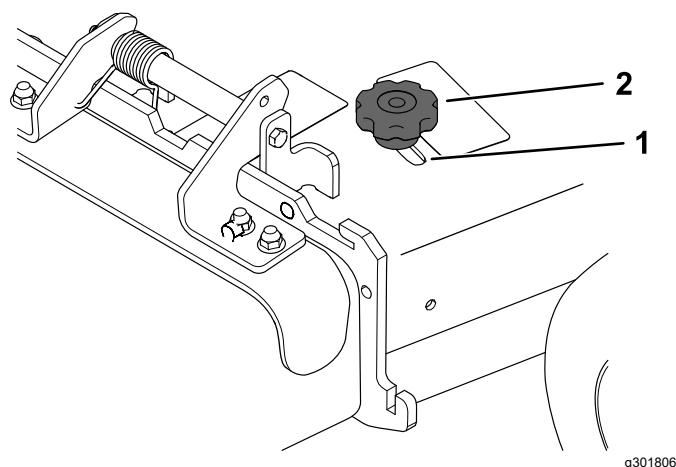

Figura 23
3. Para ajustar el deflector, afloje el pomo (Figura 23).